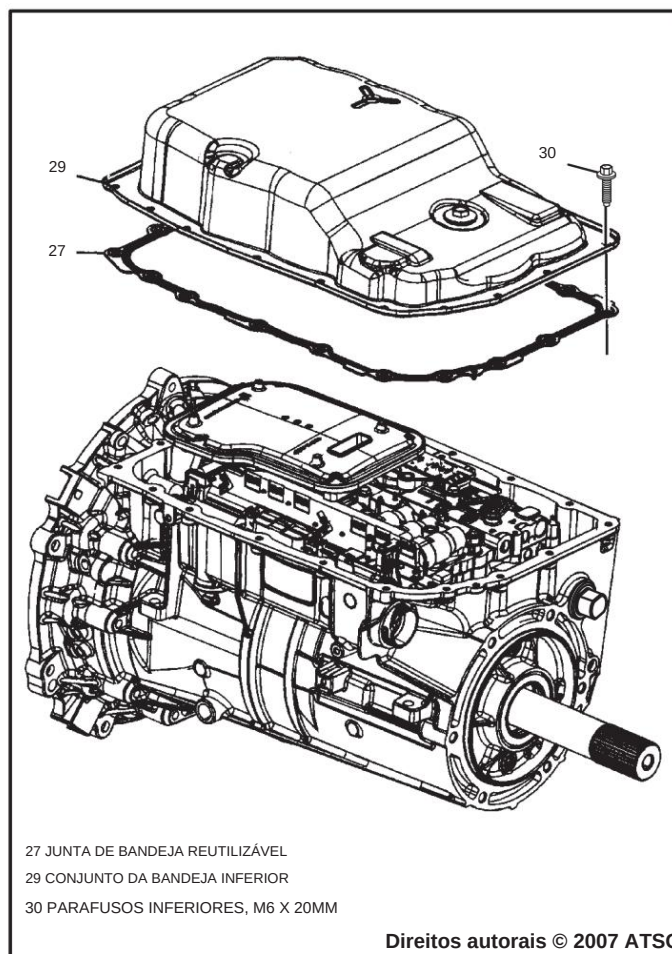

Figura 176
49. Instale uma nova junta inferior do cárter de óleo, conforme mostrado na Figura 176.
50. Instale o conjunto do cárter inferior, conforme mostrado na Figura 176, e instale os 18 parafusos do cárter.